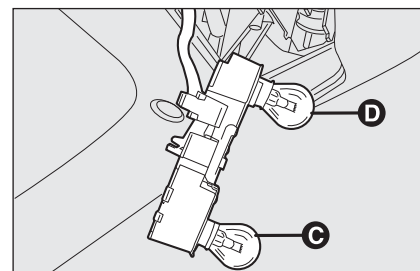

fig. 37
- ☐ rimuovere e sostituire la lampada interessata spingendola leggermente e ruotandola in senso antiorario **fig. 37**:
- ☐ rimuovere e sostituire la lampada interessata spingendola leggermente e ruotandola in senso antiorario **fig. 37**;